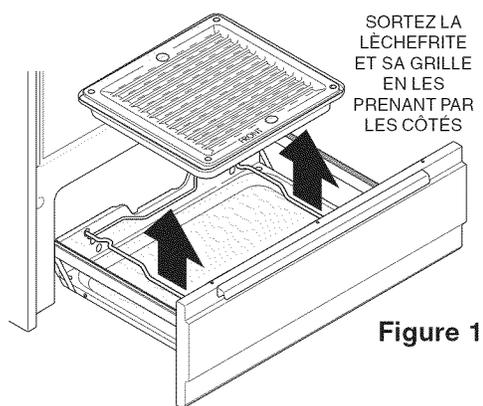

Figure 1
2. Enlevez la lèche-frite et sa grille. (Voir figure 1).
6. Placez la lèche-frite sur la grille. Assurez-vous que la lèche-frite et sa grille sont placées comme il est indiqué sur la figure 1 et que le bord avant de la lèche-frite est positionné correctement sur la grille.